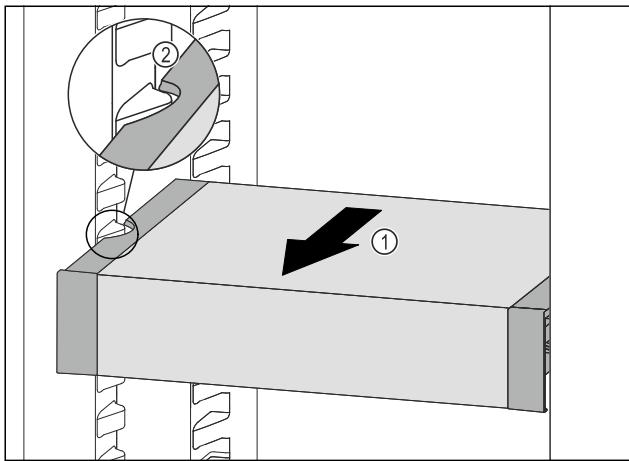

Fig. 91
- VarioSafe nach vorne ziehen Fig. 91 (1), bis sich die seitlichen Aussparungen des VarioSafes auf Höhe der Behälterlippe im Kühlteil befinden. Fig. 91 (2)